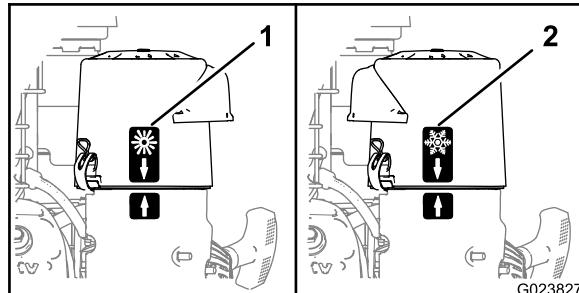

Figura 26
- Para trabajar en **condiciones de aire ambiente frío** (aire frío y humedad), posicione la tapa del limpiador de aire con la pegatina del copo de nieve hacia fuera (Figura 26).
- Para trabajar en **condiciones de aire ambiente normal**, posicione la tapa del limpiador de aire con la pegatina del sol hacia fuera (Figura 26).